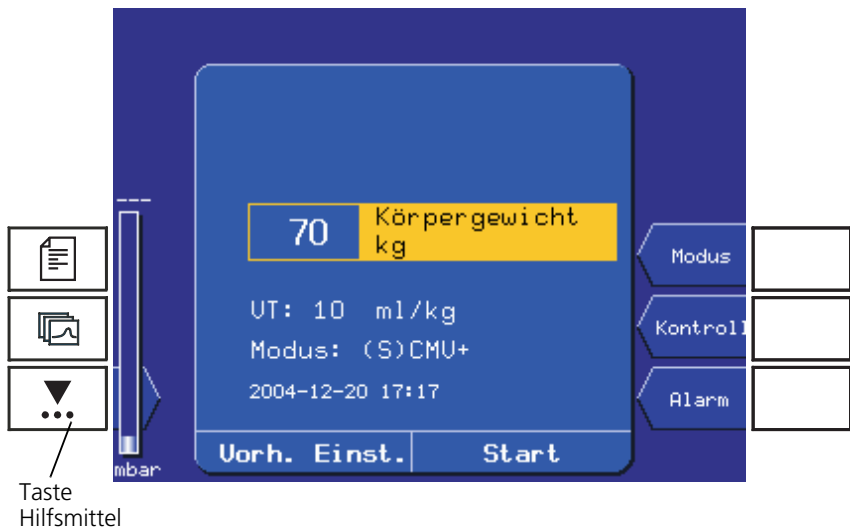

Abbildung 2-18. Fenster Körpergewicht
3. Das Fenster Körpergewicht wird geöffnet (Abbildung 2-18). Drücken Sie die Taste Hilfsmittel (die untere linke Taste) zum Öffnen des Fensters Hilfsmittel. Führen Sie die erforderlichen Tests und Kalibrationen durch (Tabelle 3-1).